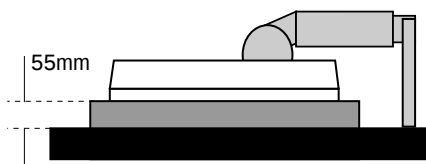

Abb. S.1
3. Legen Sie den Monitor auf eine nicht kratzende Unterlage. (Legen Sie den Bildschirm auf eine 55 mm hohe Platte, so daß der Fuß parallel zur Oberfläche liegt.) (Abb. S.1).